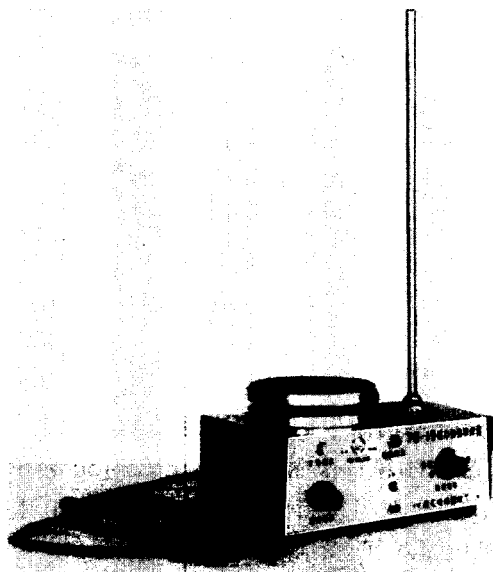
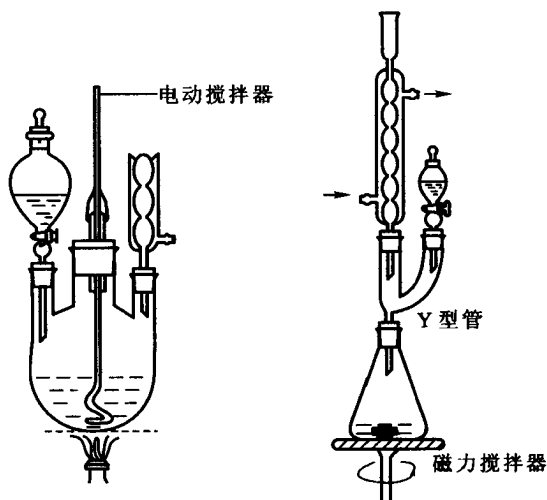

图 6 磁力搅拌器
图 7 带有搅拌器及滴加液体装置的回流装置
(3) 磁力搅拌器 由电动机、磁钢和搅拌转子组成，如图 6。搅拌转子是一块包有玻璃或塑料外壳的软铁，将转子放入反应容器中，再把容器放在磁力搅拌器的托盘上，接通电源，电动机直接使磁钢转动，带动搅拌转子旋转，达到搅拌的目的。一般磁力搅拌器都同时具有加热、自动控温、调速等功能，使用起来，非常方便。例如，一个带有搅拌器及滴加液体的回流装置，如改用磁力搅拌器就简便得多了如图 7。
(4) 烘箱 实验室中常用的是电热鼓风干燥箱，温度可以控制在 $50\sim 300^{\circ}\text{C}$ ，箱内有自动控制系统，使调节好的温度保持恒定。